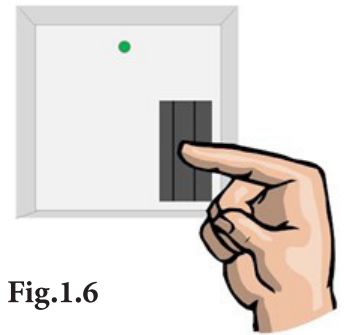

Fig.1.6
- Utilizar el imán para restablecer el sensor en la piscina sosteniendo el imán en la cara del Sensor durante 2 a 4 segundos como se muestra en la Fig1.6.
- Cuando se retira el imán después de 2 a 4 segundos, asegurar que se vean tres (3) destellos verdes en el LED en la posición central superior.